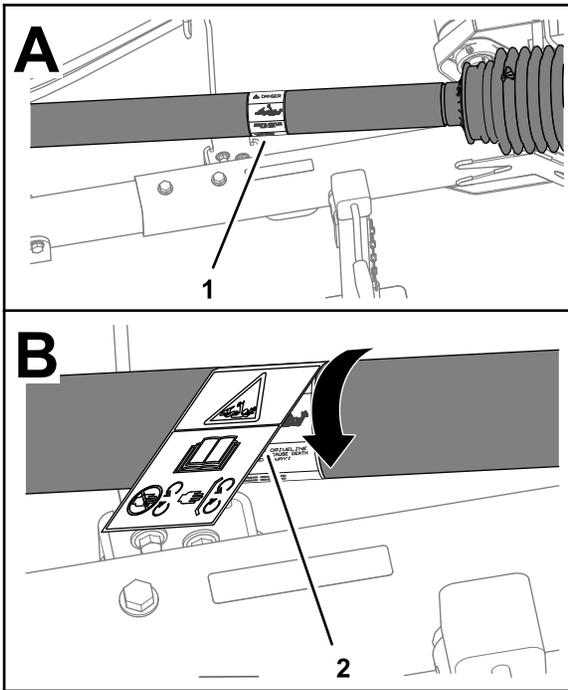

Bild 3
1. Drehen Sie den Wellenschutz, um Zugang zum vorhandenen Aufkleber für Einzugsgefahr zu erhalten (Bild 3.)
- Platzieren Sie den CE-konformen Sicherheitsaufkleber für Einzugsgefahr über dem vorhandenen Aufkleber (Bild 3).